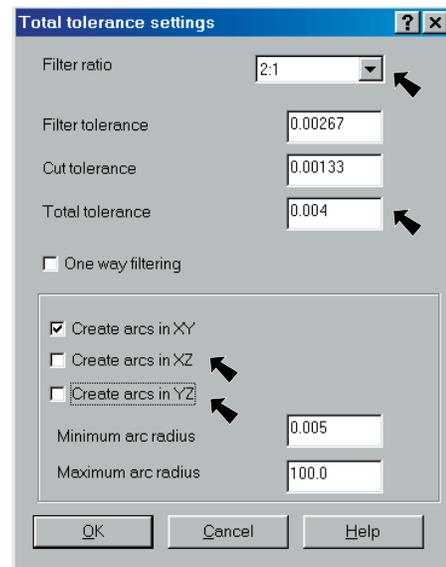

Fig. 12
Step 15. Set Filter Ratio: **2:1** **Fig. 12**